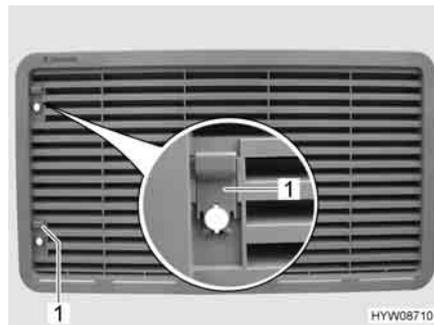

Fig. 136 Griglia di aerazione del frigorifero
- Spingere il cursore (Fig. 136,1) verso l'alto.